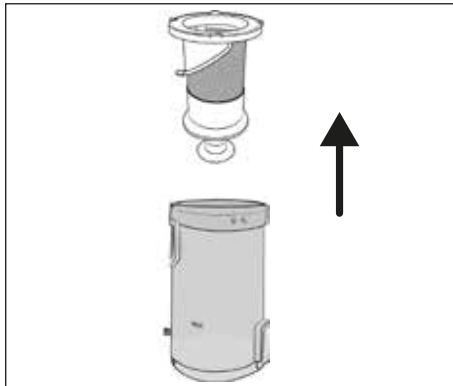

Abb. 19
- 4) Entnehmen Sie den Edelstahlfilter **6** aus dem Staubbehälter **7**, indem Sie in die Öffnung des Edelstahlfilters **6** greifen und ihn aus dem Staubbehälter **7** herausziehen (siehe Abb. 19).